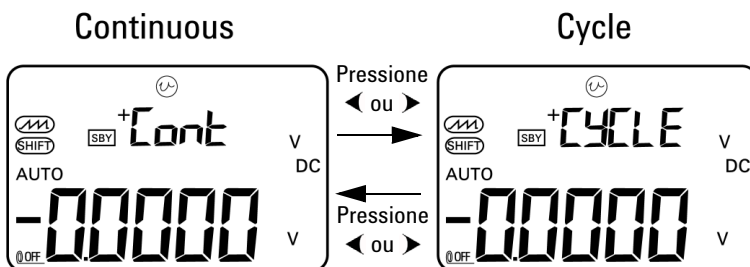

Figura 2-4 Selecionar modo de saída de rampa automática
- 4 Depois de selecionar a função  necessária, pressione  ou  para selecionar um dos três modos: Contínuo, Cíclico ou Passo. A exibição secundária indicará **Cont** ou **CyCLE**, respectivamente (Figura 2-4 na página 38).